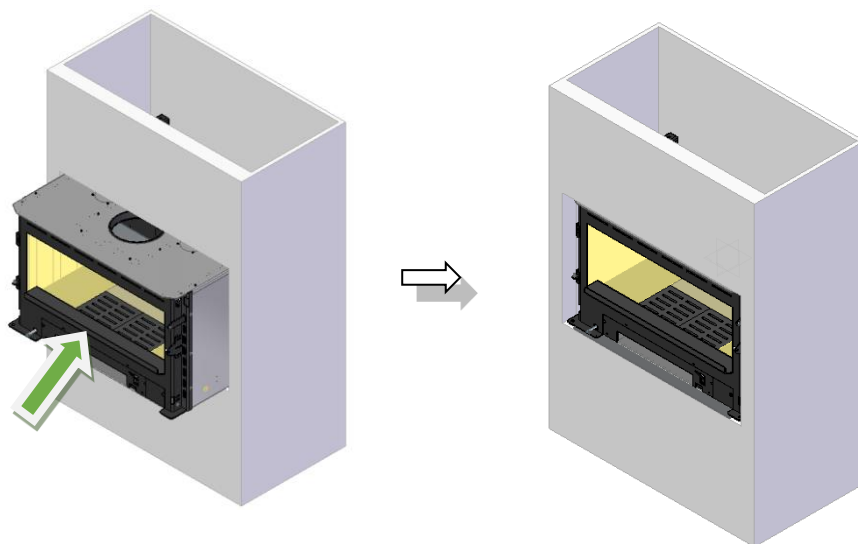

Figura 12 – Colocação do equipamento no local
10. De seguida poderá inserir o equipamento no local, conforme mostra a Figura 12.